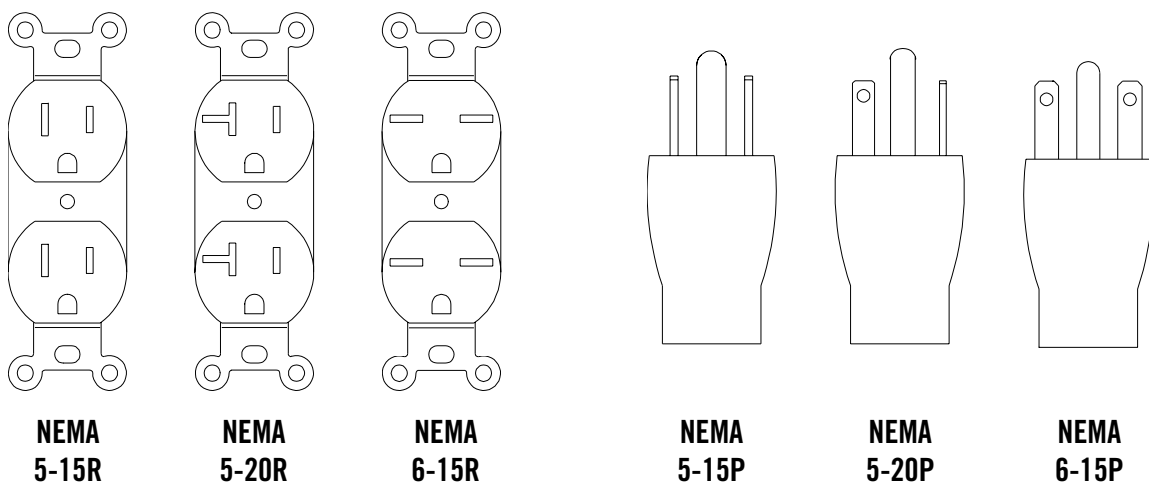

Figura 3-3; Tomacorrientes y Enchufes NEMA Típicos
- Ubique los conectores de derivación de salida (en el compartimento del transformador). Mueva el conector simple negro al conector de voltaje de salida deseado. Los conectores (Vea la Figura 3-3) están marcados y codificados por color para su fácil identificación: Negro = 87VCA; Blanco = 75VCA y Rojo = 63VCA.